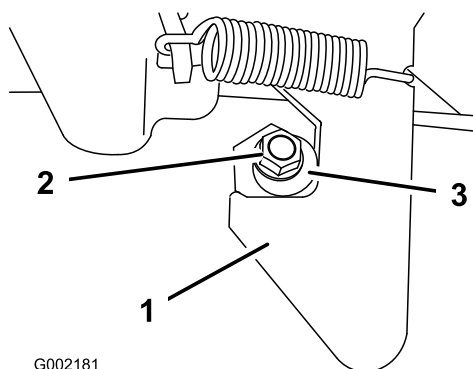

Figure 15
1. Desserrez l'écrou au bout du montant de verrouillage (Figure 15).
2. Tournez le montant dans le sens horaire jusqu'à ce qu'il soit bien serré contre le verrou, puis serrez l'écrou (Figure 15).